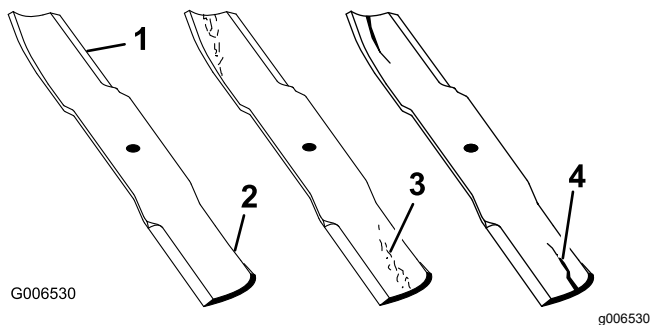

Figura 100
1. Controllate i taglienti (Figura 100).
4. Se notate incrinature, usura o scanalature in questa zona, montate immediatamente una nuova lama (Figura 100).